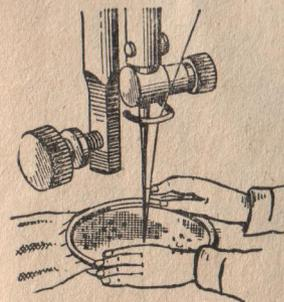

Рис. 49.
**7.19.14. Вышивание и штопка (рис. 49)**
Пяльцы с натянутым материалом и нанесенным на него рисунком кладут на игольную пластинку так, чтобы материал лежал непосредственно на пластинке. Пяльцы передвигаются взад и вперед от руки, а в это время игла производит уколы по рисунку (рис. 49).